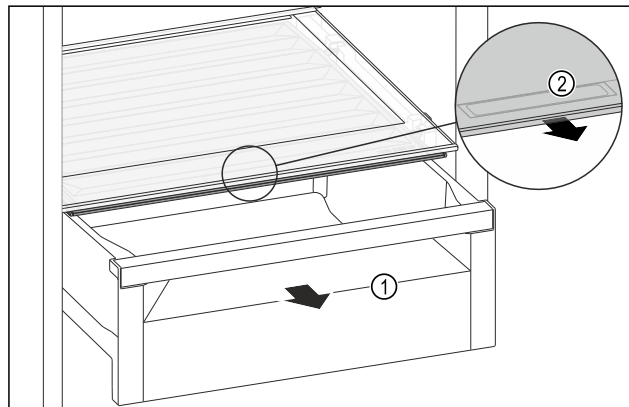

Fig. 135
- Estrarre il cassetto Fig. 135 (1).
- Afferrare la maniglia incassata Fig. 135 (2) sul coperchio dello scomparto e tirare allo stesso tempo in avanti il coperchio dello scomparto.